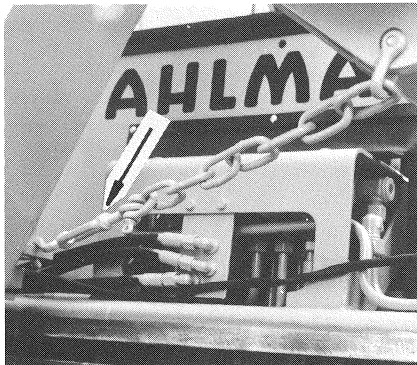
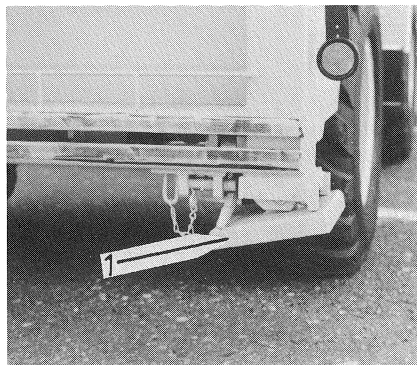

Bild 14
Bild 15
- Gliederkette am Tieflöffel und Ausleger einhängen und mit Spannschloß festziehen (Bild 14/Pfeil). Abstützung bis zum Anschlag hochziehen. (Bild 15/1)
- Hang the open-link chain on to the bucket and boom and tighten it with the tension lock (fig. 14/arrow). Raise the stabilizers up to the stop position (fig. 15/1).
- Accrocher la chaîne à maillons sur la flèche et le godet et bien serrer le tendeur (fig. 14/flèche). Remonter les béquilles jusqu'aux butées (fig. 15/1).